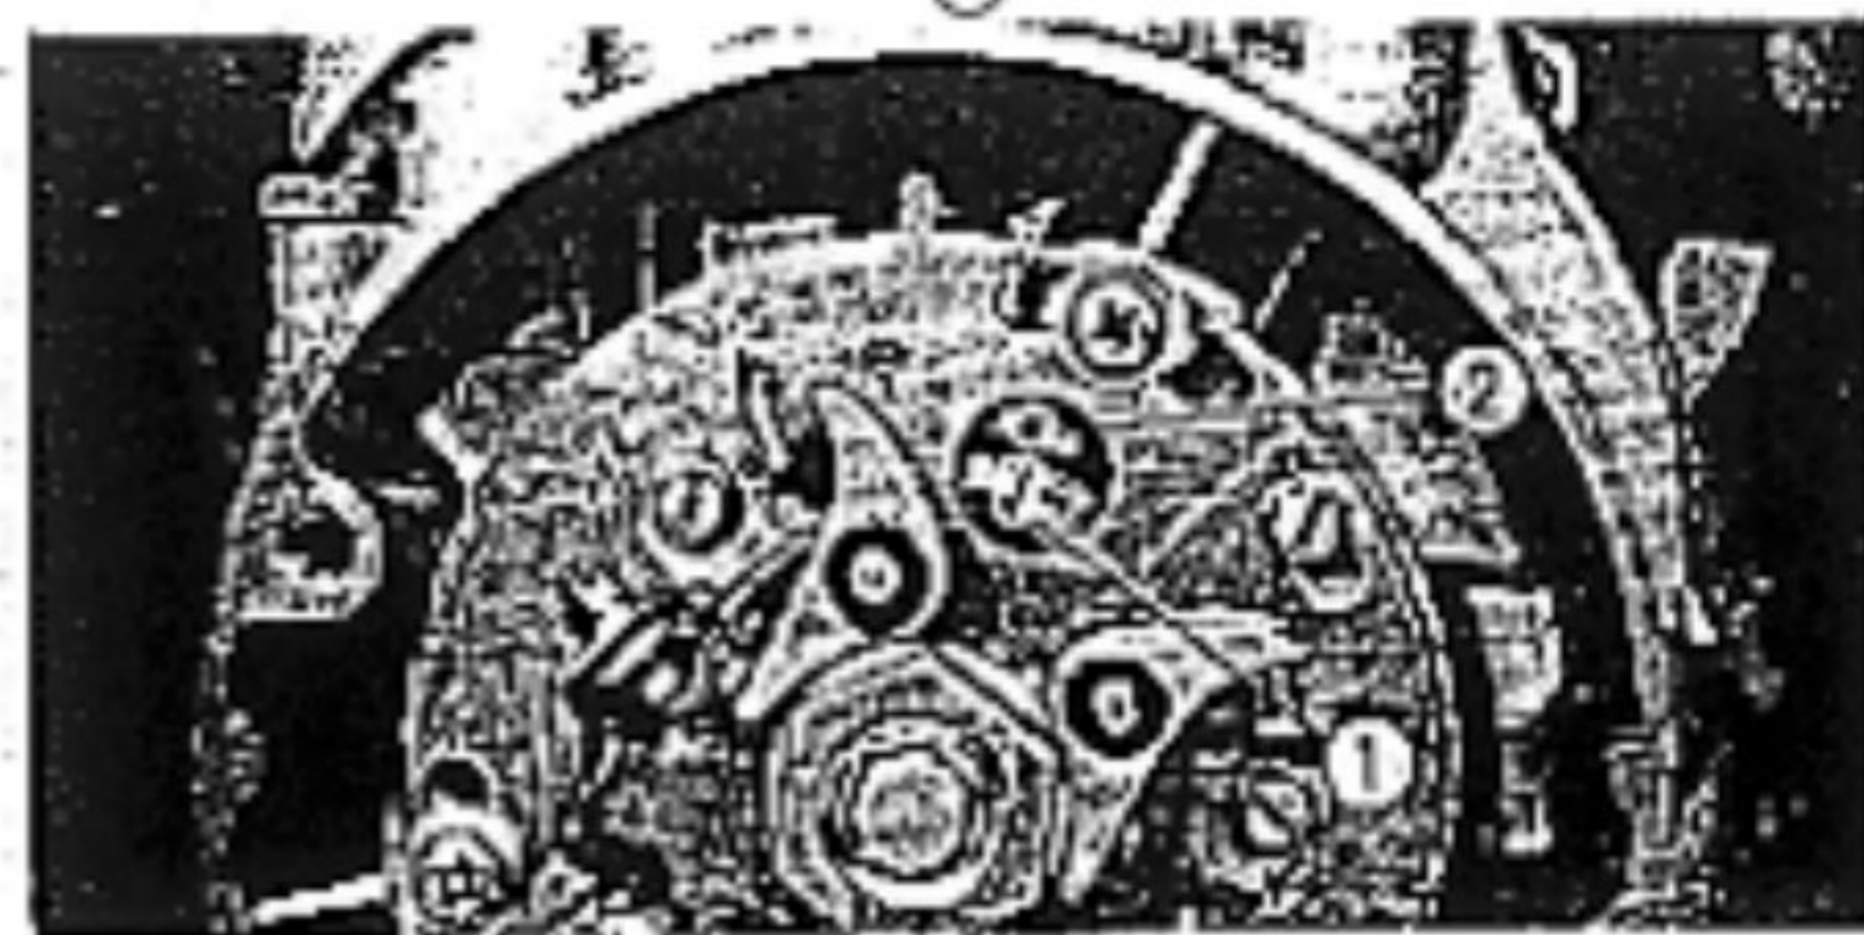

Fig. 3-7 ① Indice "T" 1,4 ② Indice fisso di riferimento.
1. Fare girare l'albero motore, ed allineare l'indice "T" 1,4 posto sul complesso dell'anticipo con l'indice fisso di riferimento, come mostra la fig. 3-7.